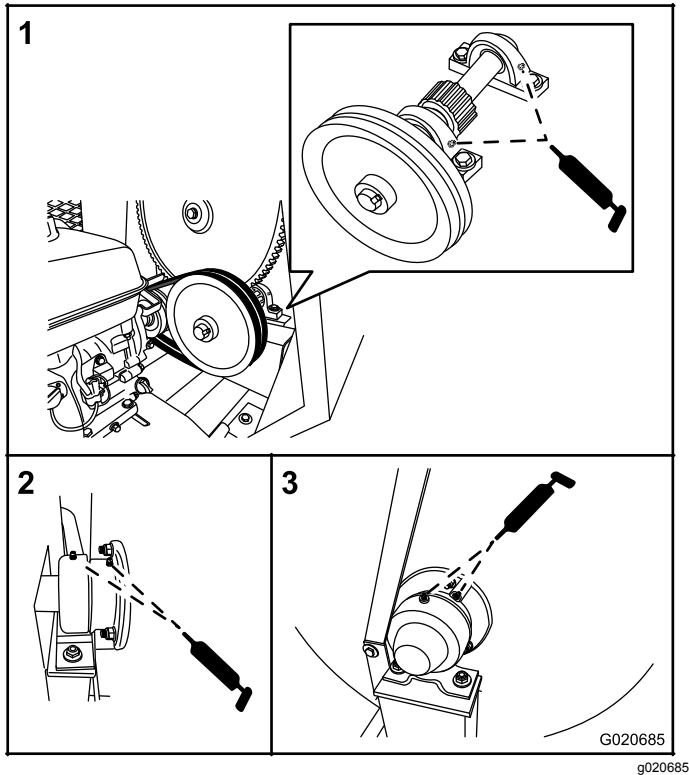

Figura 49
1. Limpie alrededor de cada engrasador con un trapo y retire el tapón de plástico del engrasador (Figura 49).
- Portacojinetes: 1 aplicación de grasa en cada engrasador (Figura 49).
- Soportes de giro: bombear grasa varias veces en cada engrasador hasta que empiece a rezumar de la carcasa del cojinete (Figura 49).